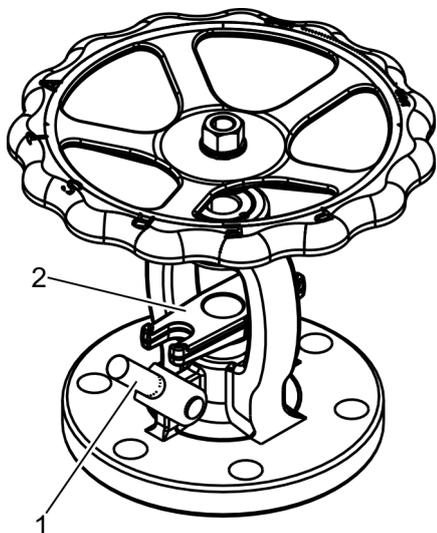

Fig. 31: Plegar los tornillos del prensaestopas
- 19. ▶ Pliegue los tornillos del prensaestopas (Fig. 31/1).
- 20. ▶ Retire el prensaestopas (Fig. 31/2).